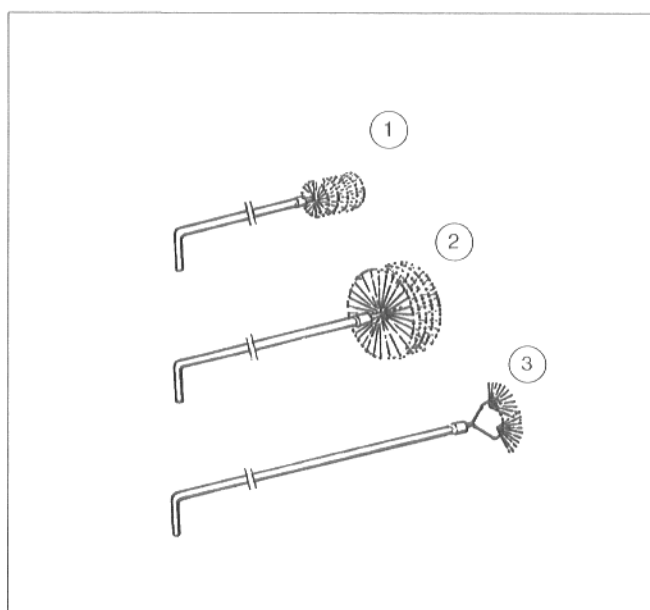

Fig. 62
- Fig. 62 viser rengjøringsbørstene som skal brukes.